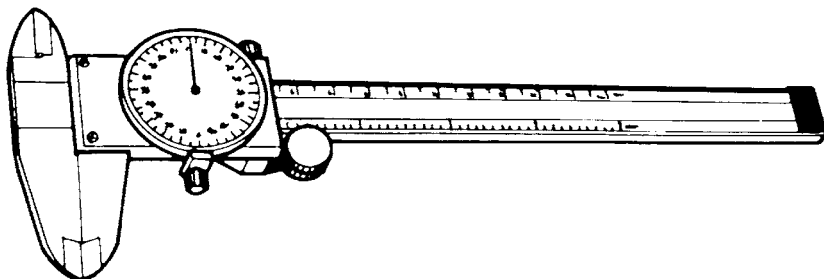

Рис. 5.12. Штангенциркуль с циферблатом используется для измерения пинов, ключей и заготовок (С разрешения компании Ilco Unican Corp.)
- ☐ Штангенциркуль с циферблатом (рис. 5.12)